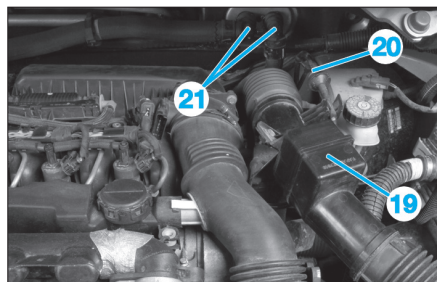

Fig. 87
- Déposer le conduit d'air (19) (Fig.87).
- le tube de dépression (20).
- les durits (21).